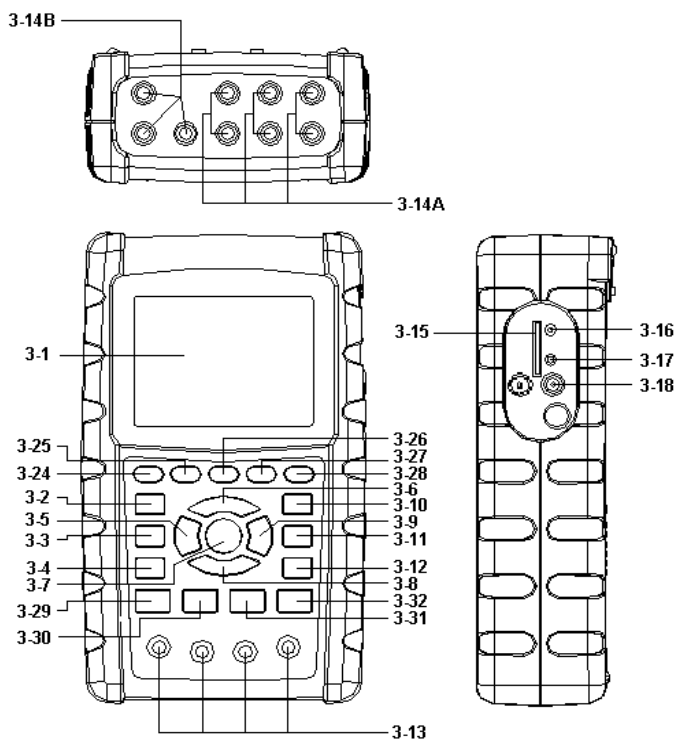

Fig. 1
- 1) POWER KEY ( 3-7, Fig. 1 ) :
- 2) 1 $\Phi$  3 $\Phi$  ( phase/wire ) KEY ( 3-2, Fig. 1 ) :
- 3) A ( current ) RANGE KEY ( 3-10, Fig. 1 ) :
- 4) REC KEY ( 3-9, Fig. 1 ) :
- 5) HOLD KEY ( 3-5, Fig. 1 ) :
- 6) BACKLIGHT KEY ( 3-6, Fig. 1 ) :
- 7) SETUP KEY ( 3-12, Fig. 1 ) :
- 8) EXIT KEY ( 3-8, Fig. 1 ) :
- 9) SHIFT KEY ( 3-11, Fig. 1 )
- 10) UP (▲) KEY ( 3-3, Fig. 1 ) :
- 11) DOWN (▼) KEY ( 3-4, Fig. 1 ) :